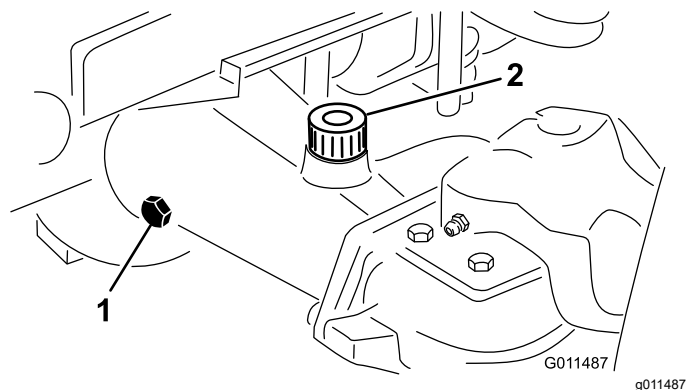

Bild 16
2. Entfernen Sie eine Prüfschraube aus einem Ende der Achse und stellen sicher, dass das Öl die Unterseite des Lochs erreicht (Bild 16).